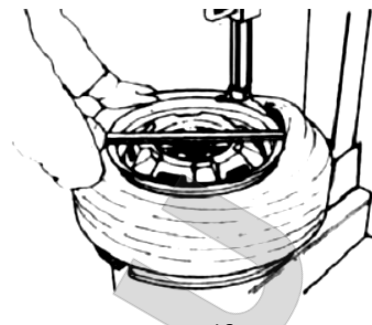
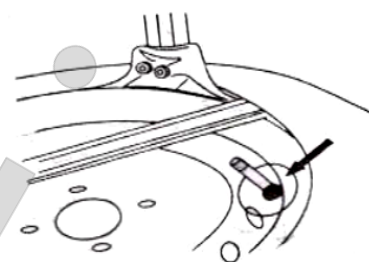

рис. 19
рис. 20
4.1.4 С помощью монтировки поместите край шины поверх монтажной головки (рис. 19) и, управляя вращением стола с помощью педали (рис. 2-8), вращайте стол по часовой стрелке до полного отделения шины. В том случае, если колесо имеет камеру, имеет смысл располагать головку на расстоянии 10 см правее вентиля, чтобы не повредить шину (рис. 20).